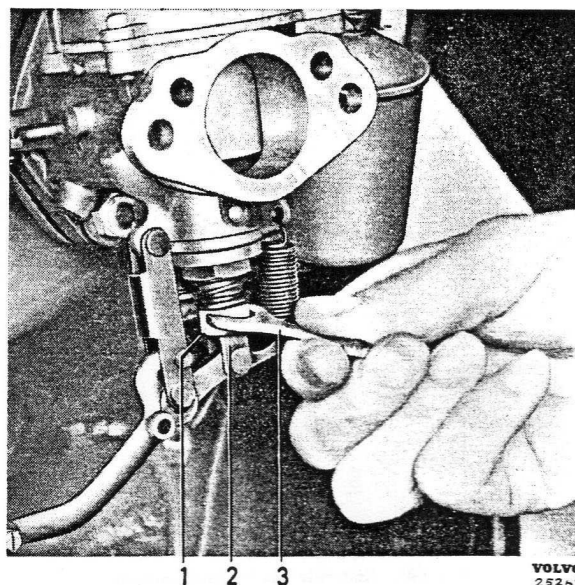

Bild 1-88. Einstellung der Stellmutter (SU)
- Die Düsen durch Verdrehen der Stellmutter so einstellen, dass die höchste Leerlaufdrehzahl bei unveränderter Drosselklappenöffnung erreicht wird. Jeden Vergaser für sich einstellen. Die Stellmutter (1, Bild 1-88) zunächst heraufschrauben, bis der Lauf unregelmässig wird, danach die Mutter so weit zurückschrauben, bis man den einwandfreiesten Motorlauf erhält. Wird die Drehzahl zu hoch, kann sie durch Herausdrehen der Leerlaufschrauben an den Drosselklappenhebeln gesenkt werden. Danach noch einmal überprüfen, ob beide Vergaser gleich stark durchströmt werden.